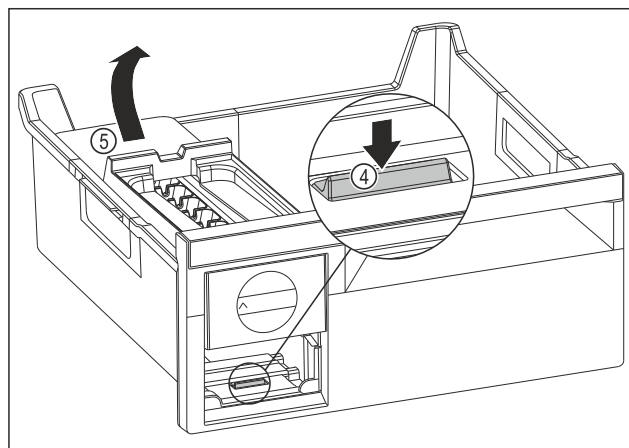

Fig. 117
- ▶ Извлеките корпус EasyTwist-Ice: Надавите пальцем вниз на накладку Fig. 117 (4) и одновременно другой рукой поднимите корпус EasyTwist-Ice Fig. 117 (5) сзади.